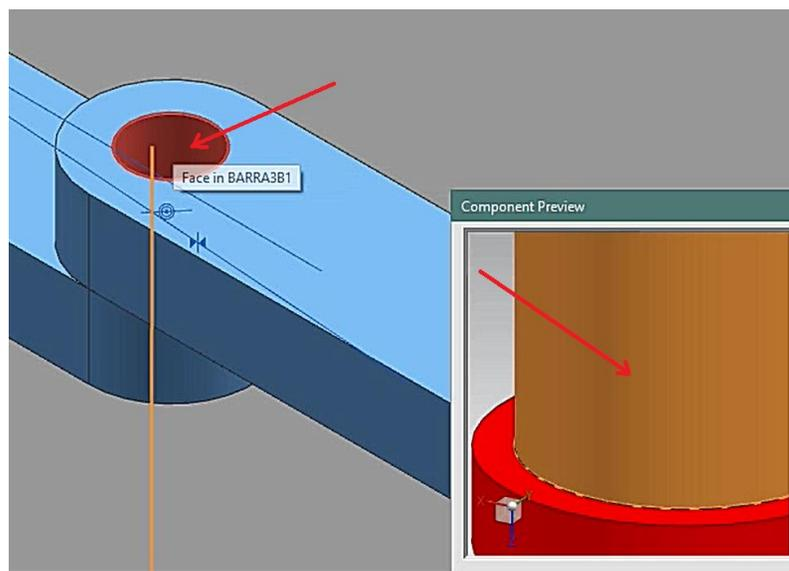

Figura 1.31 Superficie interior del barreno en la pieza **barra3b1.prt** y superficie lateral del **broche1 1.prt**
- Agregar otra restricción, ahora de tipo **Fit**. Seleccionar la superficie lateral del **broche1 1.prt** y la superficie interior del barreno en la pieza **barra3b1.prt** (Figura 1.31).